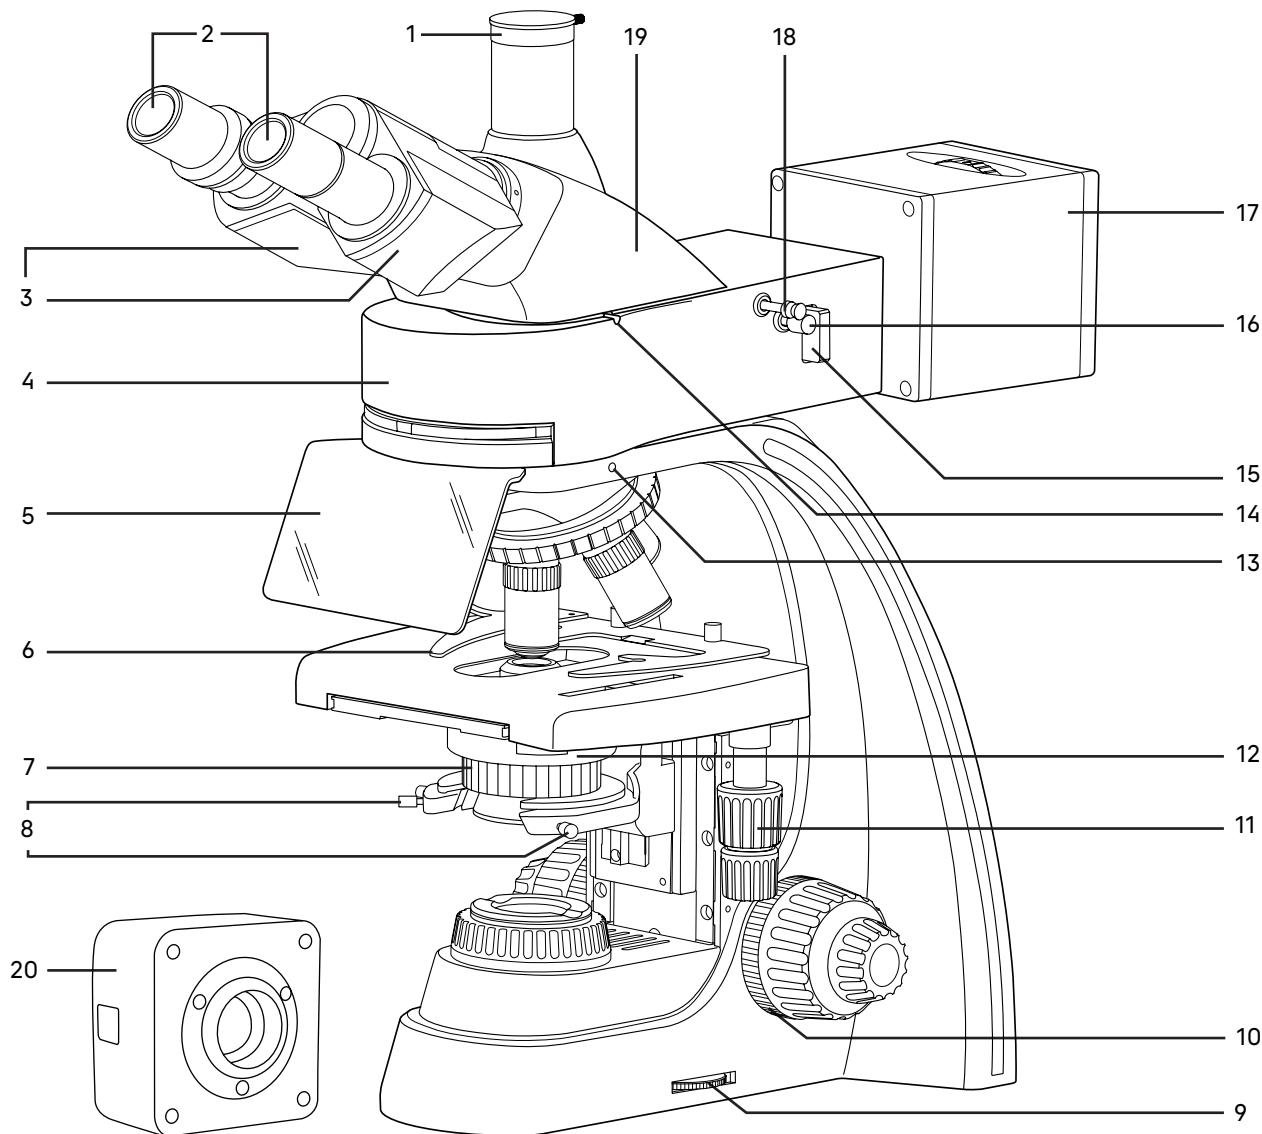
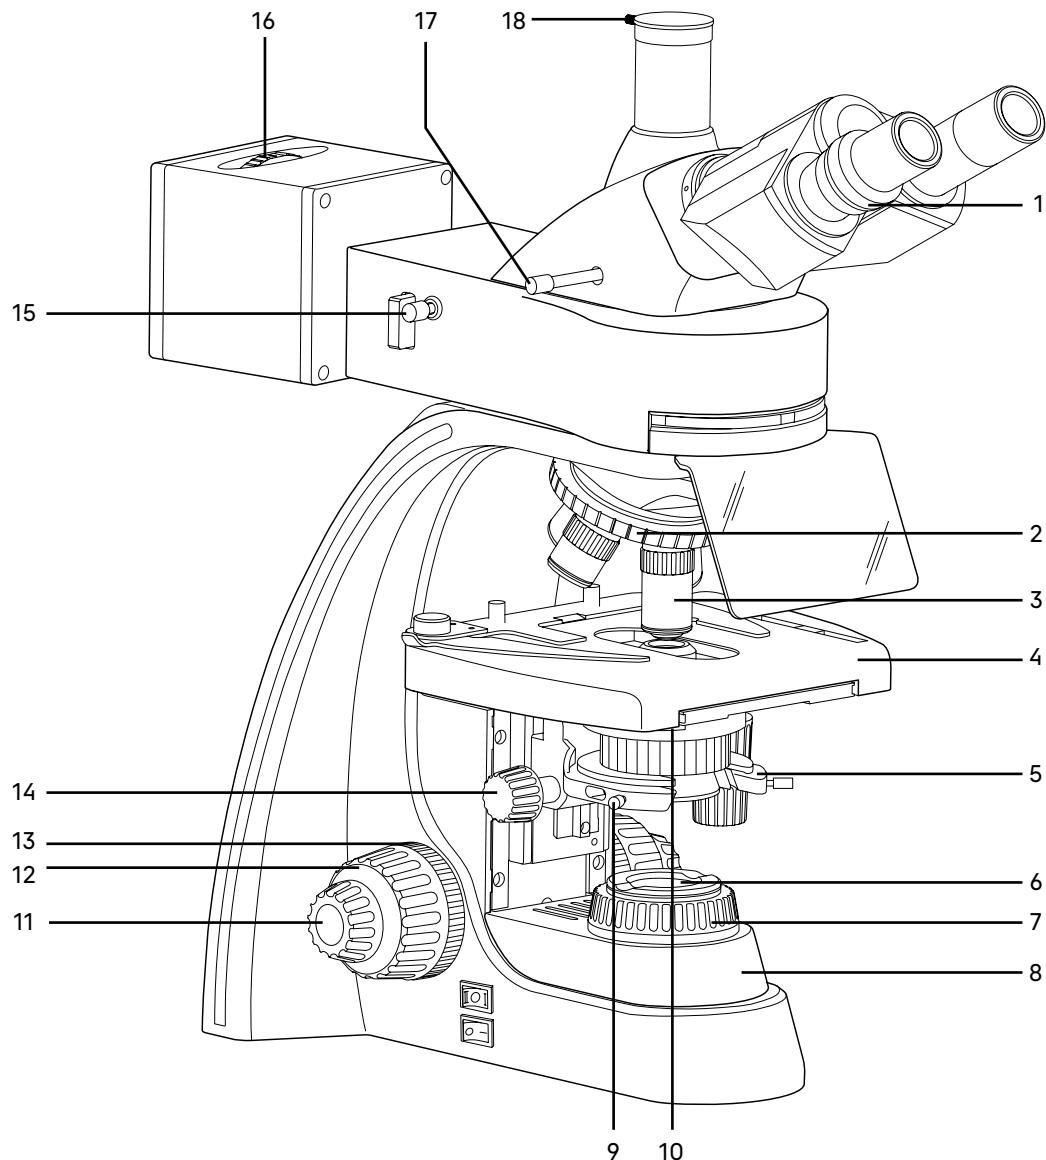

Рис. 1. Микроскоп MAGUS Lum D400L. Вид справа
Рис. 2. Микроскоп MAGUS Lum D400L. Вид слева
Полный состав микроскопа указан в разделе 8 данного руководства по эксплуатации. Общий вид микроскопа представлен на рис. 1, 2 и 3.
Штатив 8 (рис. 2) представляет собой цельную конструкцию с основанием. Основание имеет Y-образную устойчивую эргономичную форму.
- револьвер 2 (рис. 2) с объективами 3 (рис. 2);
- предметный столик 4 (рис. 2);
- кронштейн конденсора 5 (рис. 2);
- коллектор в оправе с полевой диафрагмой 6 (рис. 2).
Диск 9 (рис. 1) служит для регулировки напряжения питания источника проходящего и отраженного света.
Фокусировка на объект осуществляется перемещением по высоте предметного столика 4 (рис. 2). Грубая фокусировка производится вращением коаксиальных рукояток 12 (рис. 2), которые размещены по обеим сторонам штатива.
Тонкая фокусировка производится вращением рукояток 11 (рис. 2), расположенных по обеим сторонам штатива. Тонкая фокусировка требуется для точного фокусирования на объект и для подфокусировки микроскопа на резкость изображения при смене объективов и препаратов.
Механизм регулировки жесткости хода грубой фокусировки 10 (рис. 1) – кольцо между штативом и рукояткой грубой фокусировки с правой стороны. С помощью кольца регулируется жесткость хода грубой фокусировки так, чтобы жесткость была комфортной для пользователя, но при этом столик не опускался самопроизвольно во время работы.
Рукоятка блокировки грубой фокусировки 13 (рис. 2) расположена с левой стороны. После завершения грубой фокусировки рекомендуется перевести рычаг в крайнее положение в направлении по часовой стрелке. Таким образом закрепится положение грубой фокусировки для быстрой рефокусировки после смены препарата.
Насадка 19 (рис. 1) обеспечивает визуальное наблюдение изображения объекта. Насадка устанавливается в отверстие верхнего фланца корпуса люминесцентной насадки 4 (рис. 1) и закрепляется винтом 14 (рис. 1). Насадку при установке развернуть окулярами в сторону предметного столика.
Изменение межзрачкового расстояния в насадке осуществляется разворотом окулярных тубусов 3 (рис. 1) в пределах 48–75 мм. Значение расстояния, установленного в соответствии с глазной базой наблюдателя, отсчитывается по шкале на насадке.
Механизм диоптрийной подвижки окуляров служит для компенсации аметропии глаз наблюдателя. Находится на левом окулярном тубусе – кольцо 1 (рис. 2). Второй окулярный тубус насадки неподвижный.
В вертикальный тубус 1 (рис. 1) корпуса визуальной насадки (канал визуализации) для фиксации камеры устанавливается переходник C-mount. Камера служит для вывода изображения на экран компьютера или монитор/телевизор. Переключение светового потока на вертикальный тубус производится рукояткой 17 (рис. 2). Рукоятка имеет два положения: 100/0 и 0/100.
В комплект микроскопа входят окуляры 2 (рис. 1). Окуляры имеют высокое положение выходного зрачка и предназначены для работы как в очках, так и без них.
Револьверное устройство 2 (рис. 2) обеспечивает установку пяти объективов 3 (рис. 2). Смена объективов производится вращением револьверного устройства за конусную рифленую поверхность до фиксированного положения.
Объективы 3 (рис. 2) рассчитаны на длину тубуса «бесконечность». Парфокальная высота объективов составляет 45 мм, линейное поле зрения в плоскости изображения – 22 мм. Рассчитаны для работы с препаратами с толщиной покровного стекла 0,17 мм или без покровного стекла. Микроскоп укомплектован объективами-планахроматами с увеличением 4x, 10x, 40x (люминесцентный), 100x. Дополнительно возможна комплектация объективом-планахроматом 20x и 60x и люминесцентным планахроматом 10x.
Конденсор 12 (рис. 1) установлен в кронштейн 5 (рис. 2) под предметным столиком микроскопа. Тип крепления конденсора – «ласточкин хвост». Конденсор устанавливается по направляющим при поднятом столике и опущенном кронштейне. Перемещение конденсора вдоль оптической оси микроскопа осуществляется с помощью рукоятки перемещения кронштейна конденсора 14 (рис. 2), расположенной слева от наблюдателя под столиком микроскопа. Диапазон перемещения конденсора – не менее 33 мм.
Конденсор имеет слот 10 (рис. 2) для установки слайдера темного поля или слайдера фазового контраста.
Кронштейн конденсора имеет пружинный держатель, с помощью которого двумя винтами 8 (рис. 1) конденсор центрируется в оптической оси. Фиксация конденсора в держателе осуществляется винтом 9 (рис. 2).
Двухкоординатный предметный столик 4 (рис. 2) обеспечивает перемещение объекта в двух взаимно перпендикулярных направлениях с помощью рукояток 11 (рис. 1), расположенных на одной оси.